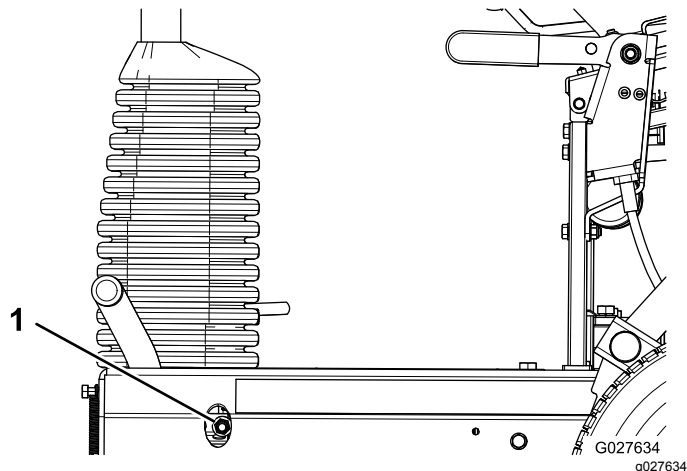

図 38
- ブレーキを強くするにはブレーキロックナットを締め付ける 図 38。
- ブレーキを弱くするにはブレーキロックナットをゆるめる 図 38。